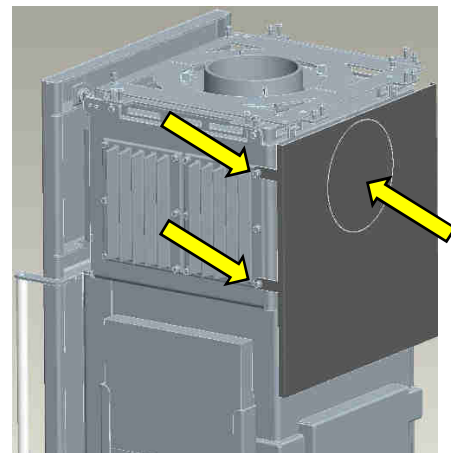

Abb. 19: Strahlungsblech entfernen
4. Schrauben am Strahlungsblech links und rechts lösen und Strahlungsblech entfernen. Die Stege der Blende am Strahlungsblech mit einem Metallsägeblatt durchtrennen (Abb. 19).